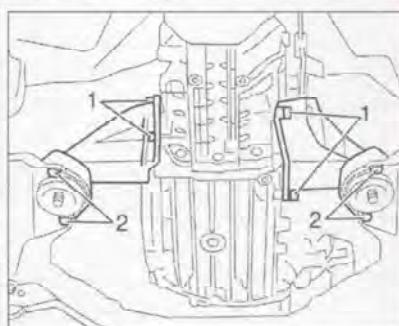

Рис. 7.42. Отверните болты крепления (1 и 2) и снимите опоры коробки передач.
29. Отверните болты крепления (1 и 2) и снимите опоры коробки передач (рис. 7.42). Момент затяжки: 40 и 27 Нм, соответственно.